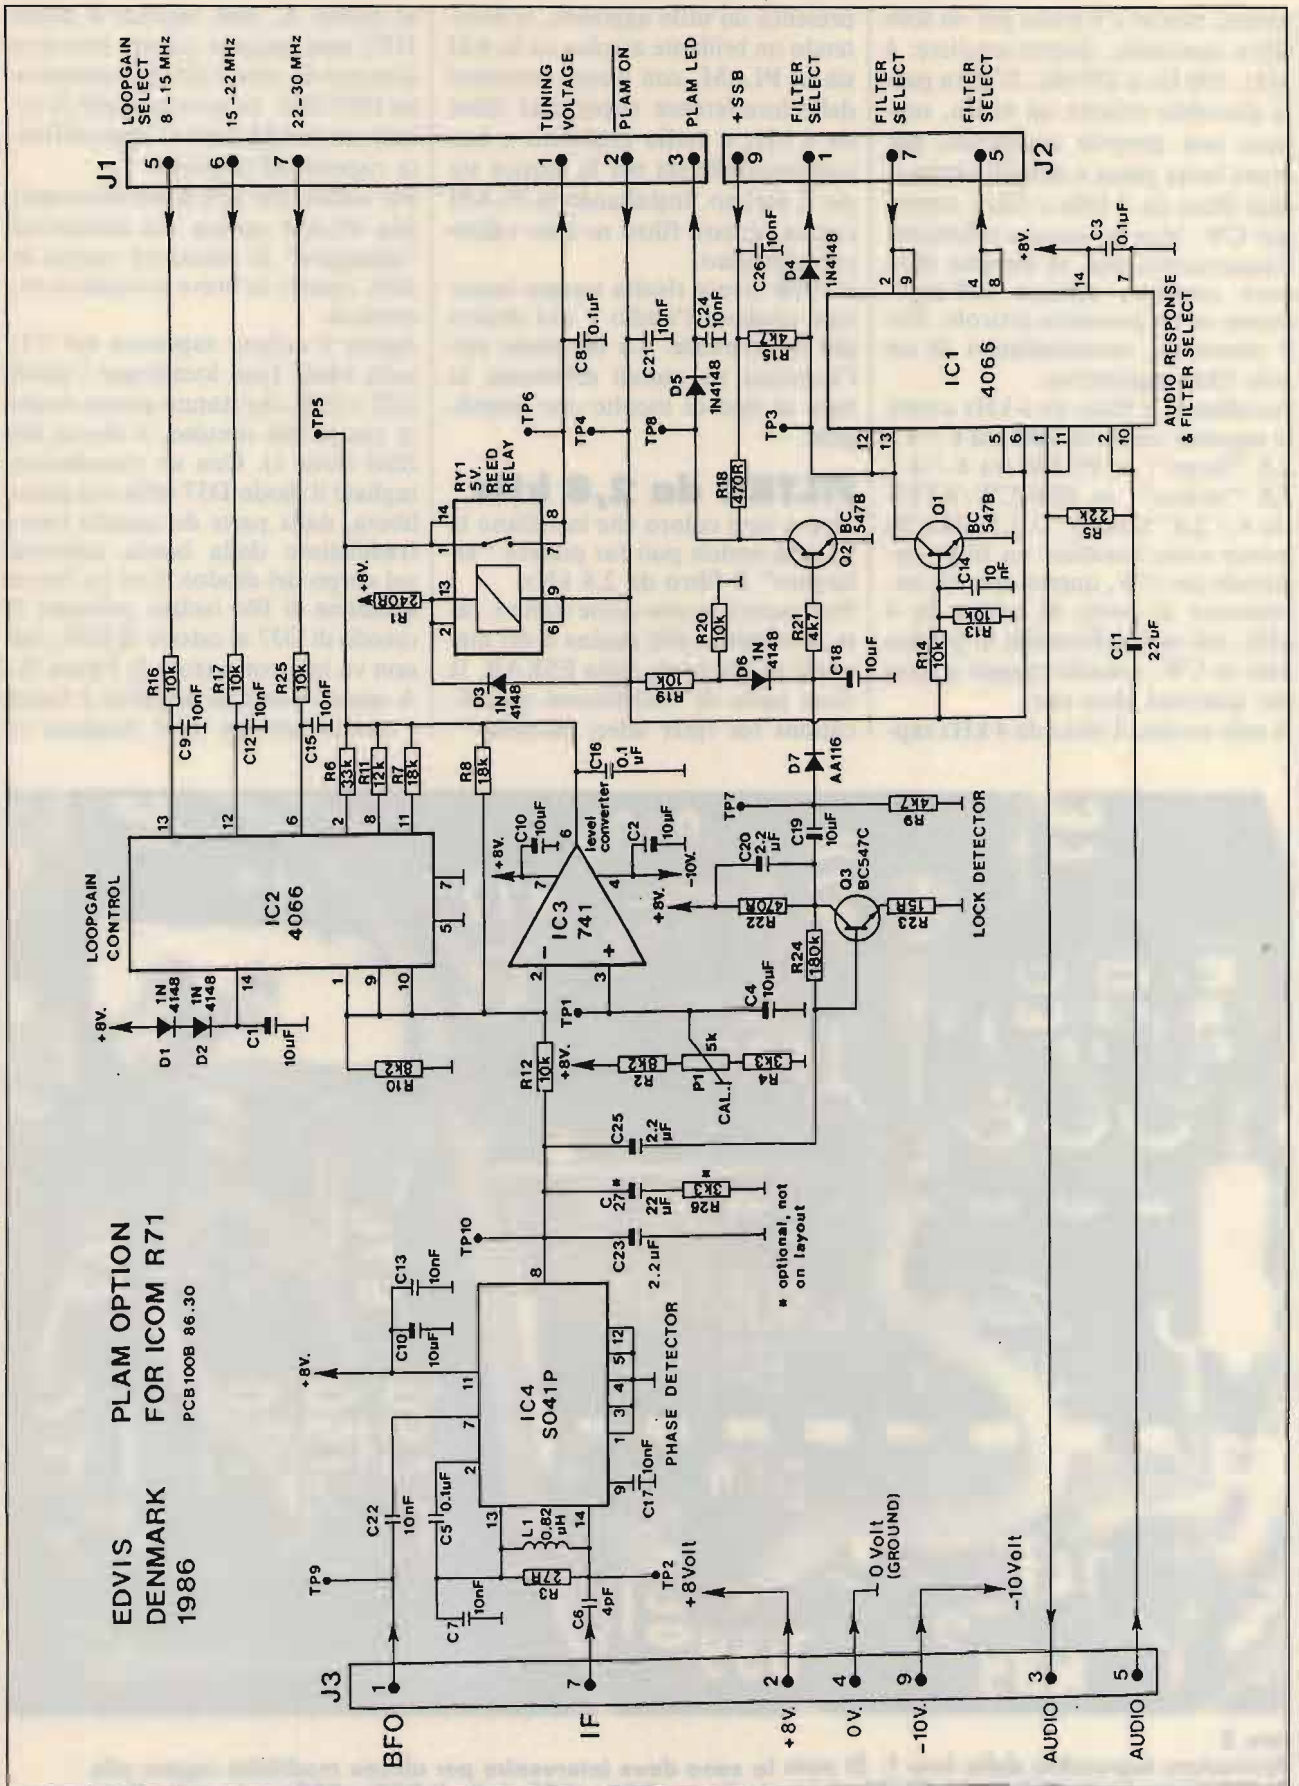

figura 2: Schema della PLAM option.
**Veniamo al funzionamento.** Rinvio i più esperti allo schema del circuito, riportato in figura 2; in questa sede mi limiterò a citare solo il principio del funzionamento, in modo schematico.